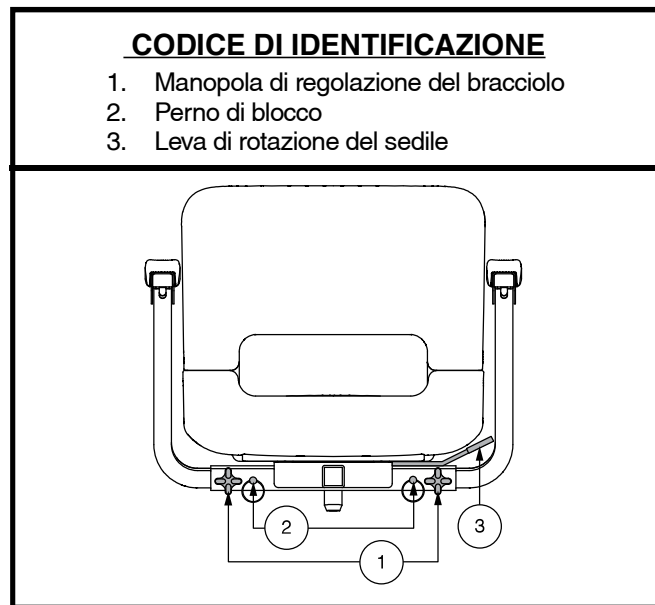

Figura 25. Regolazioni del sedile
La leva di rotazione del sedile, ubicata sulla destra della base del sedile, può essere usata per bloccare il sedile in diverse posizioni. Vedere figura 25.
1. Allentare le manopole di regolazione del bracciolo. Vedere figura 25.